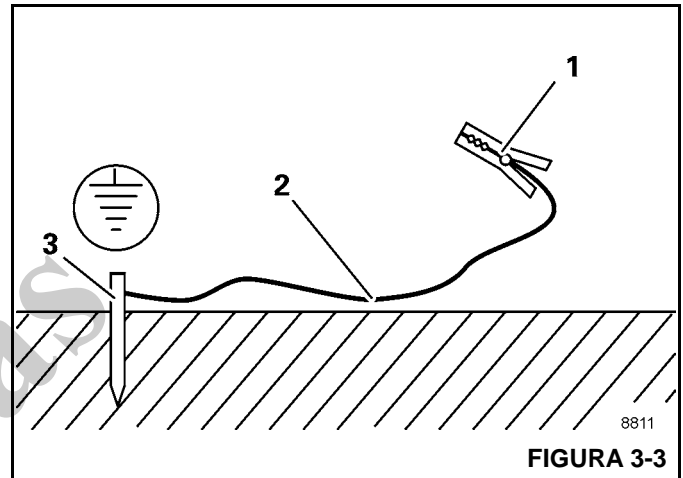

FIGURA 3-3
1. Martele uma haste de metal (3, Figura 3-3) [comprimento de aproximadamente 2,0 m (6.6 pés)] pelo menos 1,5 m (5 pés) no solo.
2. Umedeça o solo ao redor da haste de metal (3) para obter melhor condutividade.
3. Prenda o cabo isolado (2) na haste de metal (3) seção transversal de pelo menos 16 mm2 (0.025 pol2).
4. Conecte a extremidade livre do cabo com um grampo (1) a um local com boa condutividade elétrica na estrutura.